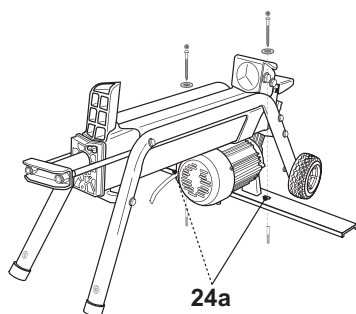

Fig. 3a
- Mettez l'appareil dans la position souhaitée et marquez les emplacements des deux trous à travers les trous de fixation [19a, 20a, 24a] (Fig. 3a, 3b).